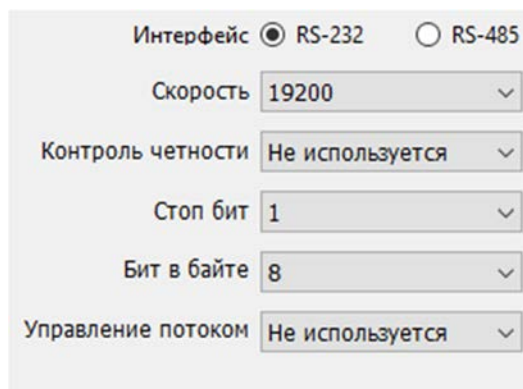

Рисунок 94 – Параметры настройки обмена по последовательному порту
- **Настройки COM** – 32-битная структура с настройками взаимодействия по последовательному порту. В Конфигураторе задается через специализированное окно настройки (см. рисунок 94).